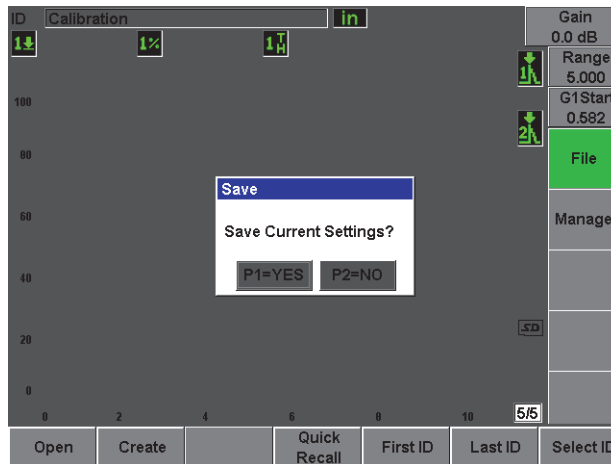

Abbildung 2-21 Dialogfeld Speichern
10. Die Taste **Save** (Speichertaste) drücken (siehe Abbildung 2-21 auf Seite 57).